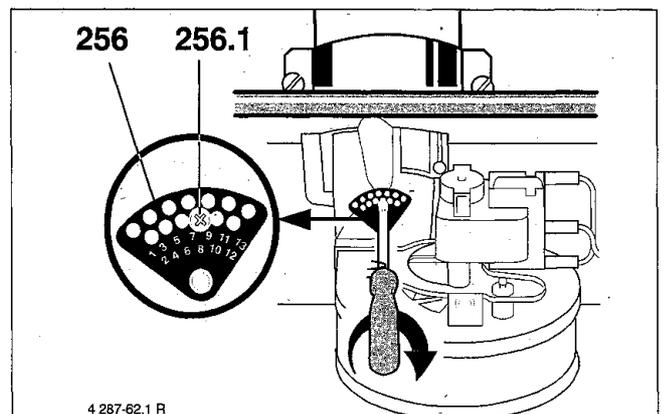

Bild 32
- Die verstellbare Drosselblende (256) mit der Schraube (256.1) wieder sichern (Bild 32).